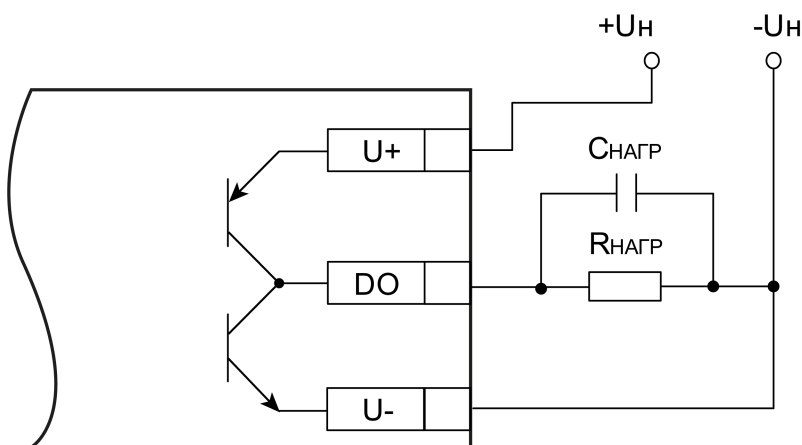

Рисунок 6.5 – Схема подключения нагрузки в режиме включения «верхний и нижний ключи»
- верхний и нижний ключи (рисунок 6.5) — для коммутации нагрузки с большей емкостью и меньшим током (менее 100 мА).